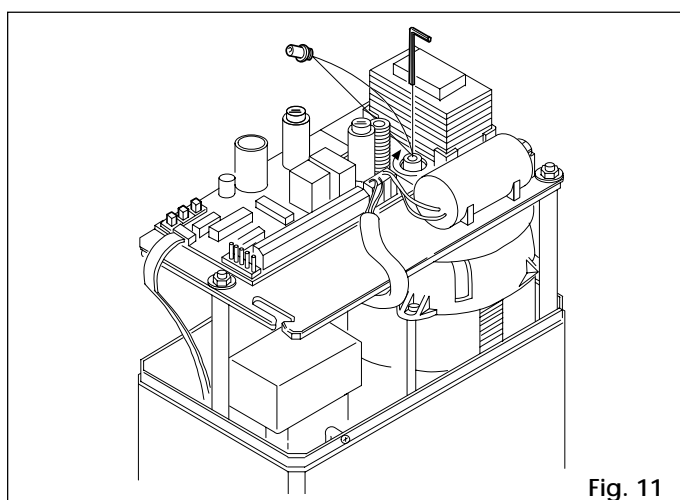

Fig. 11
6) Togliere e conservare la vite di sfiato come da Fig.11.